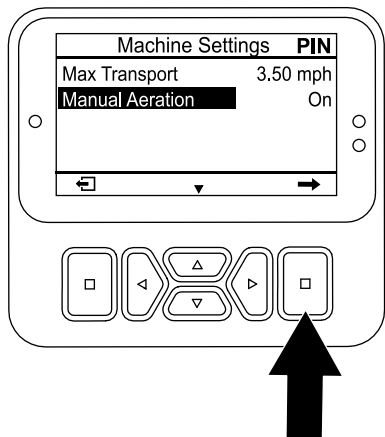

图 113
5. 按向下按钮直至 MANUAL AERATION 手动打孔选项被选定然后按选择按钮 图 113 将手动打孔设置为打开。